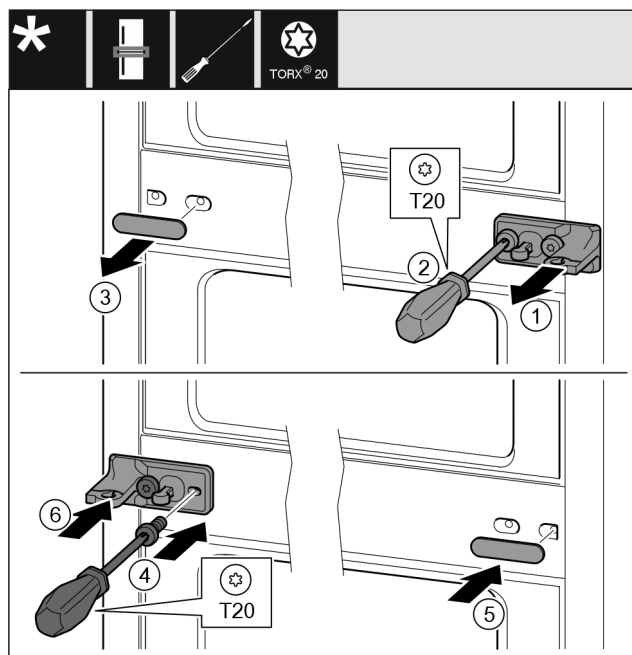

Fig. 21
- ▶ Skru av skiven. Fig. 21 (1)
- ▶ Skru ut skruene med skrutrekker T20. Fig. 21 (2)
- ▶ Trekk deksel forsiktig av. Fig. 21 (3)
- ▶ Skru fast lagerbukken med folie, dreid 180°, på den andre siden. Fig. 21 (4)
- ▶ Monter dekselet, dreid 180°, på den andre siden. Fig. 21 (5)
- ▶ Skyv skiven på forfra. Fig. 21 (6)